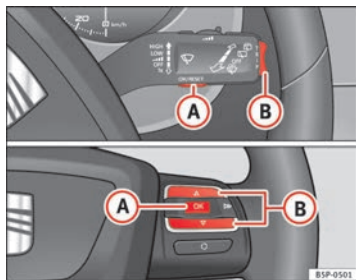

Abb. 39 Schaltwippen A und B. Bedienelemente am Lenkrad.
Ist demnächst ein Service fällig, erscheint in den Kilometeranzeigen eine **Service-Vorwarnung**. Es erscheint ein „Schraubenschlüssel“-Symbol und die Anzeige „km“ mit der Kilometerangabe, die bis zum fälligen Service-Termin gefahren werden kann. Nach etwa 10 Sekunden wechselt diese Anzeige. Es erscheint ein „Uhr-Symbol“ und die Anzahl der Tage bis zum fälligen Service-Termin. Der Informationstext am Display* des Kombiinstruments lautet: **SERV. IN... KM ODER... TAGEN**. Etwa 20 Sekunden nach Einschalten der Zündung oder bei laufendem Motor erlischt die Service-Meldung. Sie können auch durch Drücken des Rückstellknopfes des Kurzstreckenzählers oder durch Drücken der Wippe der MFA → Seite 62, Abb. 39 ⑧ in die Normalanzeige schalten.
- Zum Umschalten von einem Speicher auf einen anderen drücken Sie bei eingeschalteter Zündung kurz die Taste \Rightarrow Abb. 39 **A** am Scheibenwischerhebel oder die Taste **A** der Bedienelemente am Lenkrad \Rightarrow Abb. 39.